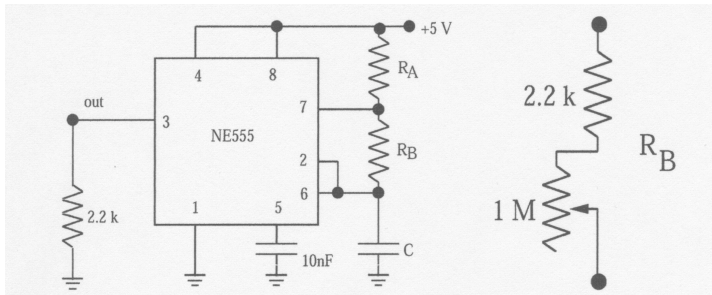

Figure 2: NE555 circuito oscillante
Il 555 puo' essere usato come circuito oscillante, *modo stabile*, con la configurazione mostrata in fig. 2. Il circuito lavora nel seguente modo: il FF nel 555 e' settato, "set", e il transistor di scarico non conduce. In questo modo il condensatore C si carica via R_A e R_B fino a che la tensione del condensatore non raggiunge i $2/3$ di V_{CC} . A questo punto, il comparatore superiore scatta ed il FF e' resettato a "low", (L). Il transistor di scarica a questo punto parte a condurre e scarica C via R_B , finche' la tensione di C non cade sotto l' $1/3$ di V_{CC} ; a questo punto il comparatore posto in basso (pin 2) scatta anche lui e setta il FF di nuovo.